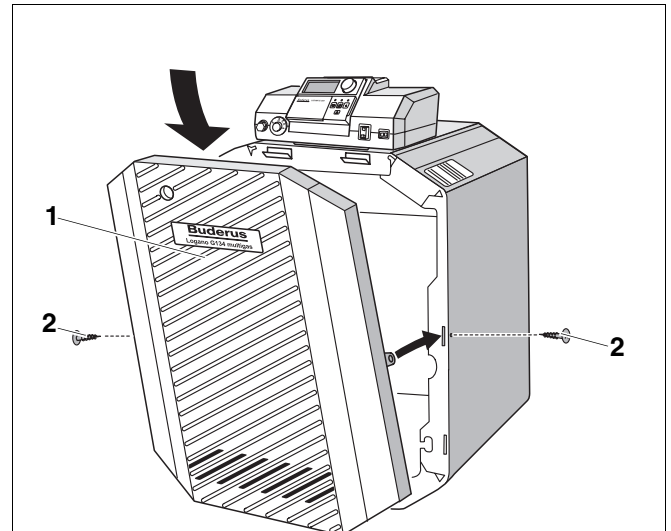

Abb. 34 Kesselvorderwand montieren
- Kesselvorderwand (Abb. 34, **Pos. 1**) vorne einhängen.
- Sicherungsschrauben (Abb. 34, **Pos. 2**) links und rechts in die Seitenwände eindrehen.